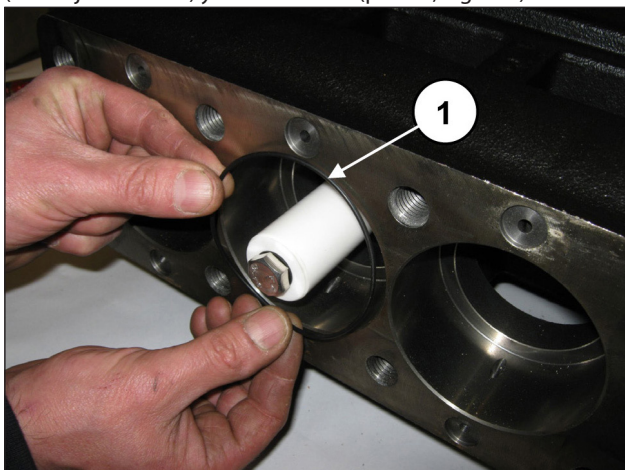
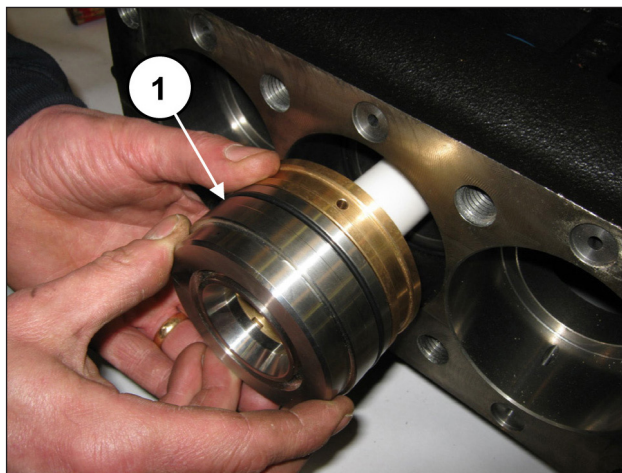

Fig. 184
Fig. 185
Introducir la junta tórica en el cárter de la bomba (pos. ①, Fig. 184) y, a continuación, el bloque camisa-soporte junta (con la junta tórica) ya ensamblado (pos. ①, Fig. 185).